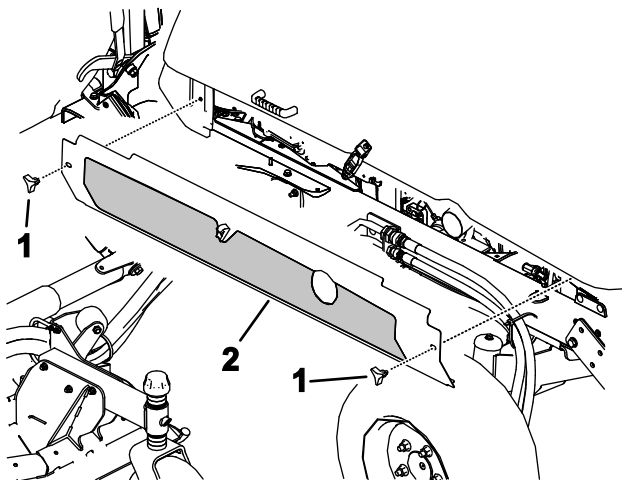

Figura 111
4. Desaperte os manipuladores e retire os resguardos de ambos os lados (Figura 111).
5. Instale os resguardos laterais (Figura 111).